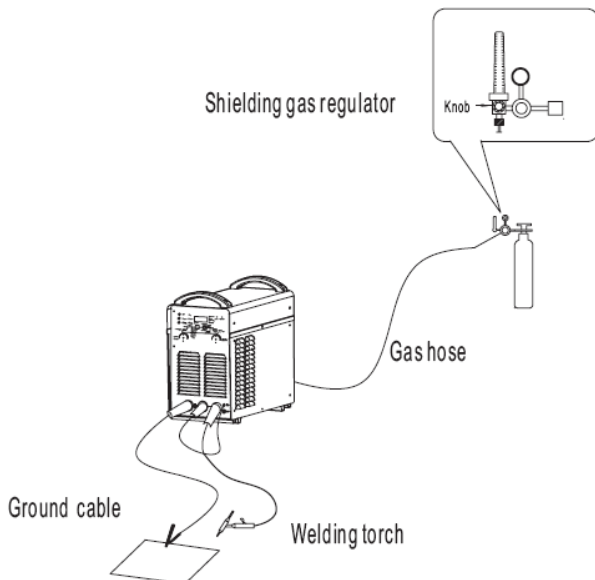

Рисунок 18 Подключение и работа горелки TIG с газовым охлаждением
- **Подключение и работа горелки TIG с газовым охлаждением (Рис. 18)**